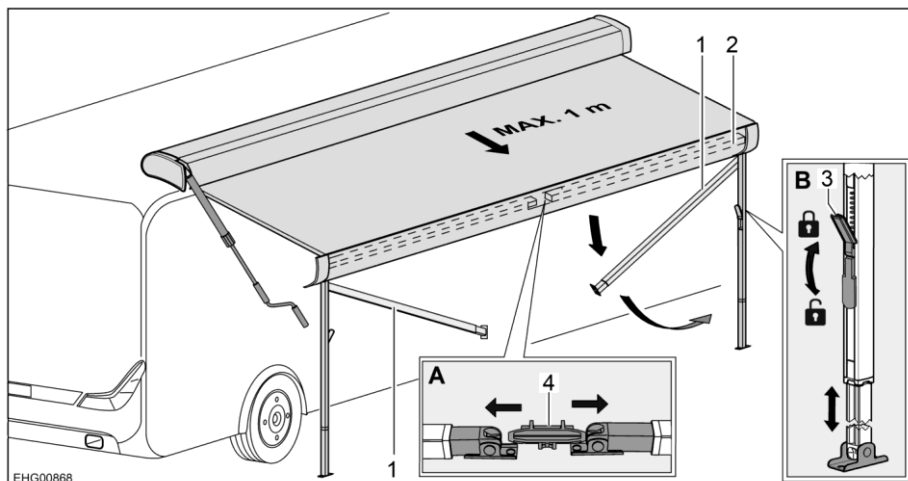

Fig. 46 Préparer les pieds d'appui
- Détacher les pieds d'appui (Fig. 46,1) de sur leur support (Fig. 46,4) situé dans le listeau frontal (Fig. 46,2). Pousser pour ce faire légèrement les pieds d'appui vers l'extérieur (Fig. 46,A).
- Débloquer les dispositifs de verrouillage (Fig. 46,3) des pieds d'appui. Pour ce faire, rabattre le levier de verrouillage vers le bas.
- Faire sortir la partie inférieure des pieds d'appui à la longueur désirée (Fig. 46,B).
- Bloquer les dispositifs de verrouillages (Fig. 46,3) des pieds d'appui. Pour ce faire, rabattre le levier de verrouillage vers le haut.